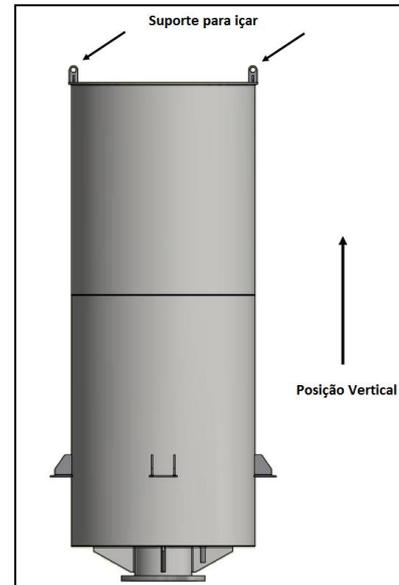

Figura 1
- 3- Instalar o equipamento na posição vertical içando pelos suportes demonstrados na figura 1.